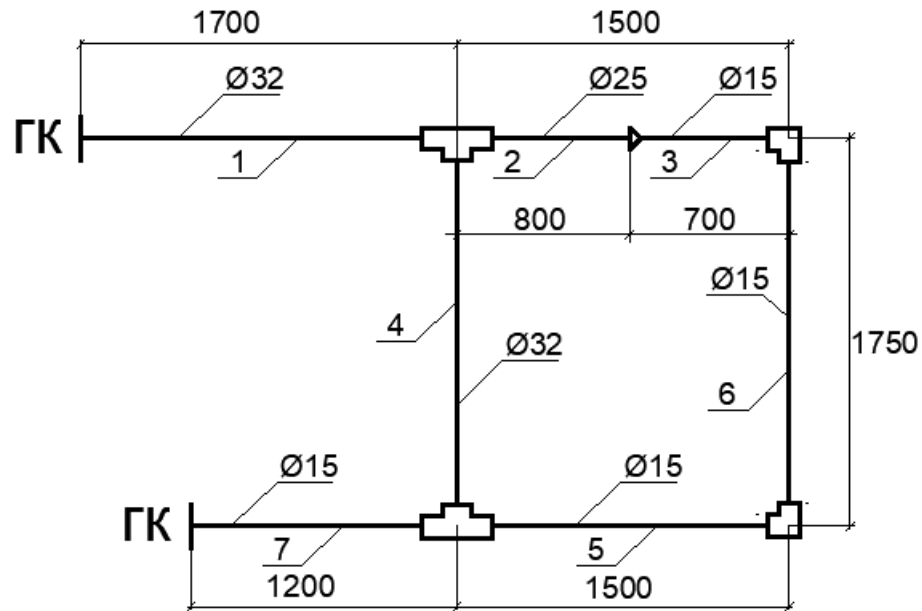

Рис. 3. Схема вузла водопровідної мережі з PPR труб
5. Оглянути схему (Рис. 3) щодо наявності відповідних деталей.